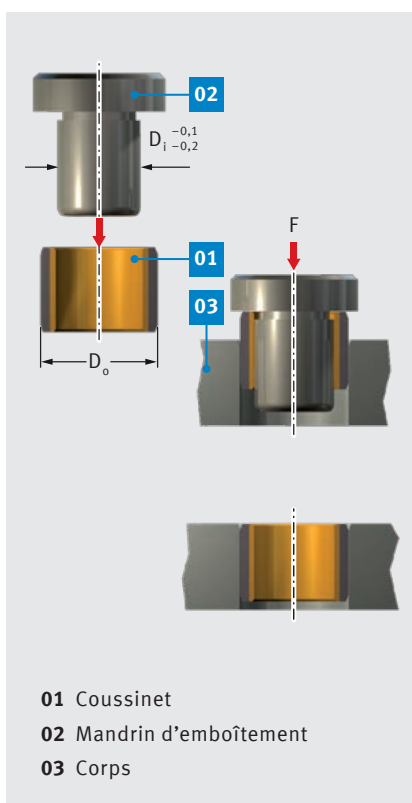

Fig. 52 : Emboîtement affleurant $D_o \leq 55$ mm
- emboîtement affleurant avec mandrin, sans bague auxiliaire, Fig. 52